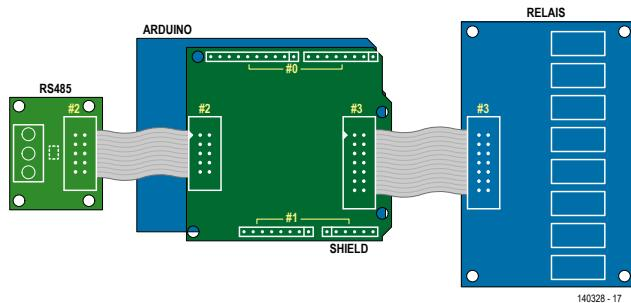

Figure 1.
* Les fonctions Init des cartes d'extension se voient attribuer successivement le numéro d'ordre de bloc du connecteur d'extension auquel elles sont reliées. Ainsi, le câblage (des broches du µC à la périphérie extérieure) est cartographié correctement dans les tableaux EFL internes. On peut aussi enchaîner des cartes d'extension, comme ici (cf. le corps du texte et la fig. 1).
Les fonctions Init des cartes d'extension se voient attribuer le numéro du premier connecteur d'extension auquel elles sont reliées ; le numéro est incrémenté à l'initialisation de la carte (**fig. 1**).